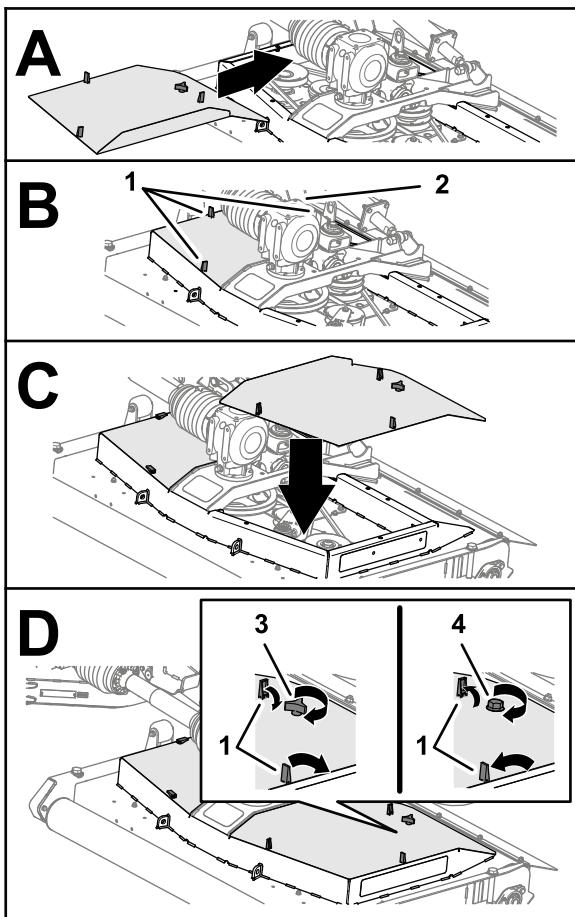

Figure 47
1. Alignez les verrous du capot et les trous du tablier de coupe (Figure 47).
2. Montez le capot sur le tablier de coupe (Figure 47).
3. Fixez le capot (Figure 47) comme suit :
4. Fixez les 3 verrous du capot au tablier de coupe (Figure 47).
5. Répétez les opérations 1 à 4 pour les autres capots que vous avez déposés (Figure 47).